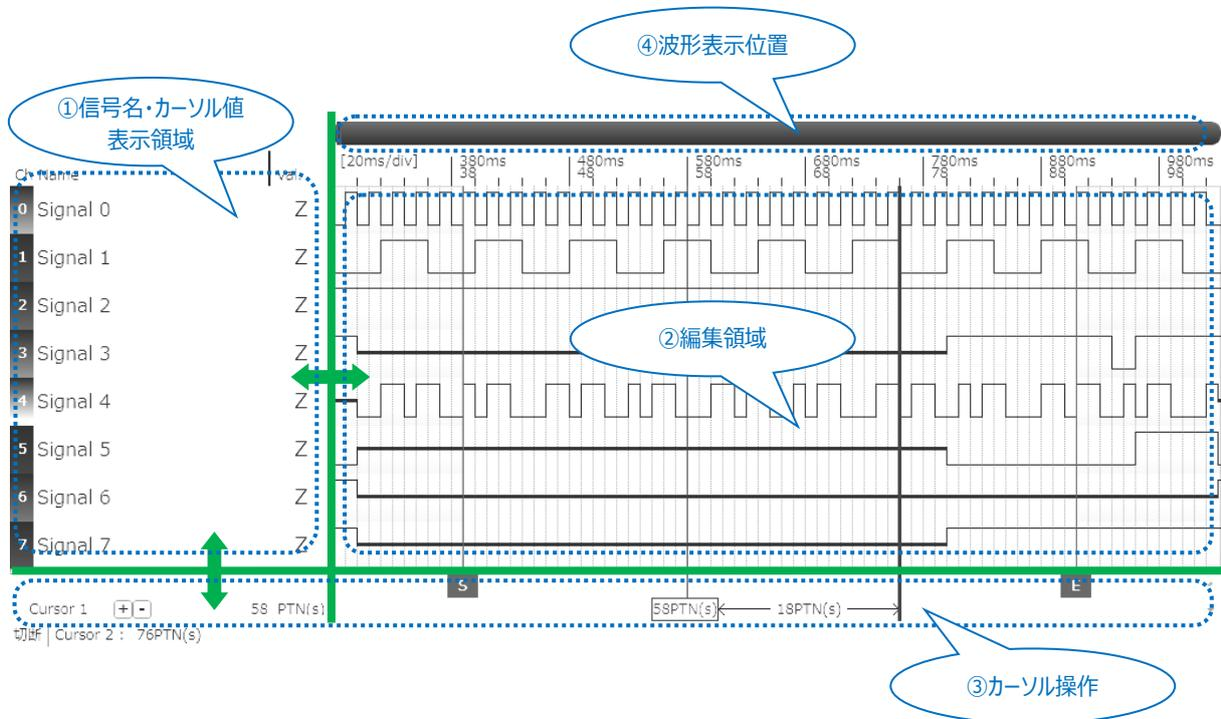
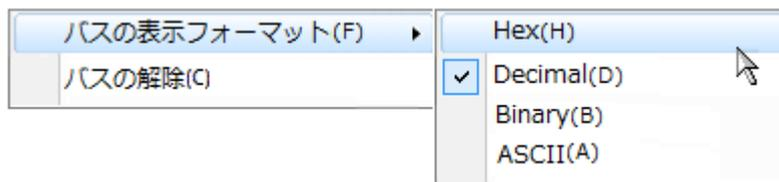

Figure 30
Figure 37
① チャンネル No	<p>チャンネル No を表します。</p> <p>チャンネル No 部をドラッグ&ドロップすることで信号順序が入れ替わります。</p> <p>クリックすることで、信号を選択状態にします。</p>
② 信号名	<p>信号名を表します。</p> <p>文字列部分をクリックすることで信号名が編集状態になり、変更することができます。</p> <p>信号がバスまたはバスの要素の場合、右クリックすることでコンテキストメニューを表示します。 (コンテキストメニューについては Figure 37 を参照ください)</p> <p>シングルシグナルの信号名をダブルクリックすることで、バス化します。</p>
③ カーソル値	<p>選択中のカーソル位置の各信号の値を表示します。</p> <p>ステップ実行中はステップ実行位置の信号値を表示します。その際は数値の表示色が緑色になります。</p> <p>バスの表示は Hex の場合“h”、Binary の場合は“b”を数値の末尾に表示します。Decimal の場合は数値のみを表示します。</p> <p>バスの表示単位は信号名でのコンテキストメニューで変更可能です。</p> <p>桁数が多くなり表示領域に収まらない場合は、表示が“#”になります。</p>
➔ ③ カーソル値の表示欄を広げたい場合は、Figure 30 の「①信号名・カーソル値表示領域」を広げてください。